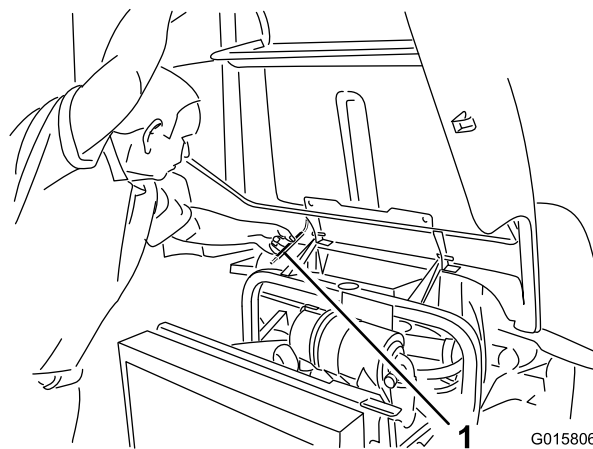

Figura 24
2. Eleve o capot até conseguir posicionar a barra de apoio atrás do tubo do chassis (Figura 24).